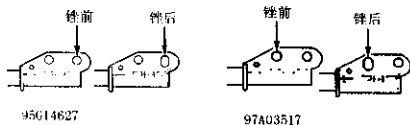

图5-3 将螺栓孔锉成椭圆形，以调整外倾角(W车身)
1) 举升并支撑住汽车，拆下后轮，折下支柱，把支柱夹在台虎钳内，用锉刀锉支柱下端的上螺栓孔，使孔呈椭圆形(图5-3)。
1) 举升并支撑住汽车。拆下后轮，折下支柱，把支柱夹在台虎钳内。用钢铤将支柱下端的螺栓孔锉成椭圆形(图5-3)。